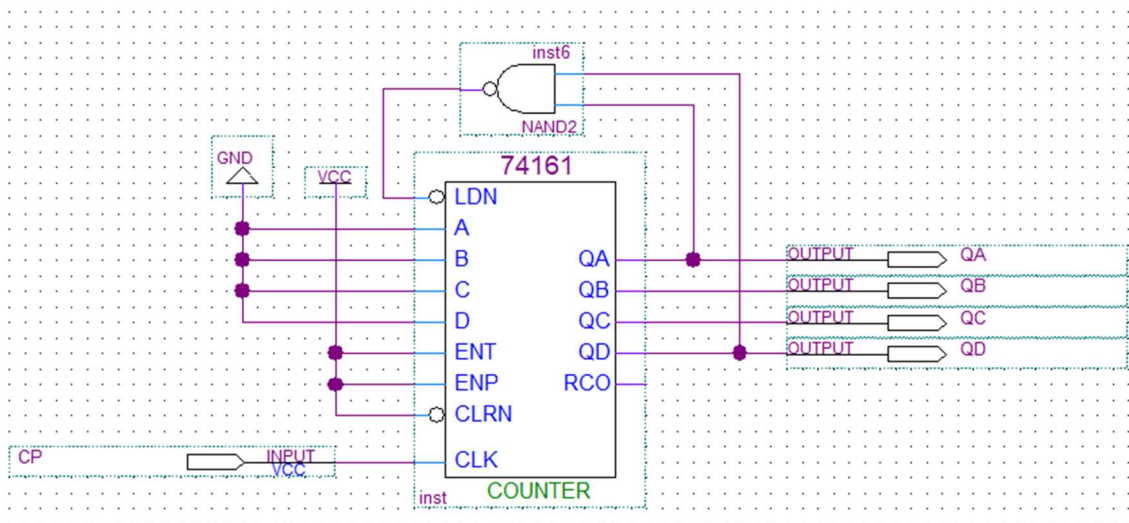

图 1 模 10 计数器
- ③ 按照图 1 连接逻辑电路图，CP 接时钟的脉冲信号；QA、QB、QC 和 QD 接输出信号的数码显示管；
- ④ 逻辑功能测试